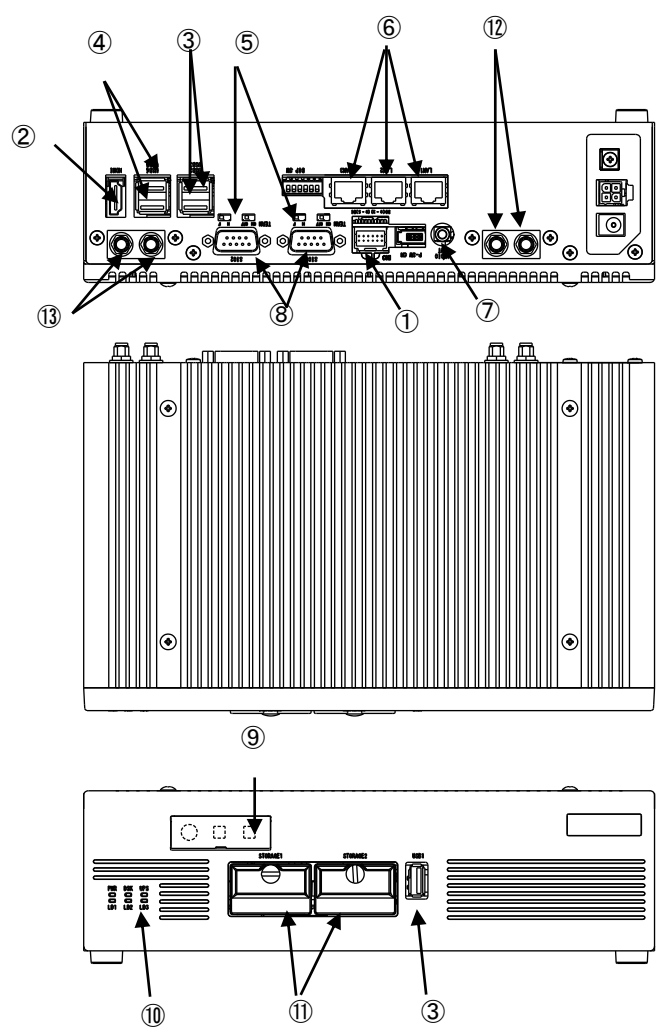

図 3-1-2. 外形図 (EC4A-110CA)
COM1	SI01 (図 3-1-2 ⑧) アプリケーションでシリアル通信に使用できます。 シリアルポート設定スイッチと組込みシステム機能のシリアルコントロール機能を使用することで、RS-232C/422/485 を切替えることができます。
COM2	SI02 (図 3-1-2 ⑧) アプリケーションでシリアル通信に使用できます。 シリアルポート設定スイッチと組込みシステム機能のシリアルコントロール機能を使用することで、RS-232C/422/485 を切替えることができます。
ローカルエリア接続	LAN1 (図 3-1-2 ⑥): 1000BASE Ethernet
ローカルエリア接続 2	LAN2 (図 3-1-2 ⑥): 1000BASE Ethernet
ローカルエリア接続 3	LAN3 (図 3-1-2 ⑥): 1000BASE Ethernet